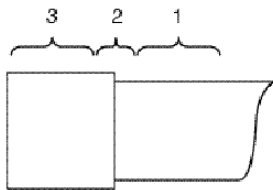

Bild 11: Lötstutzen
**Bild 11** zeigt die richtige Vorgehensweise beim Verlöten von Saug- und Druckleitung.